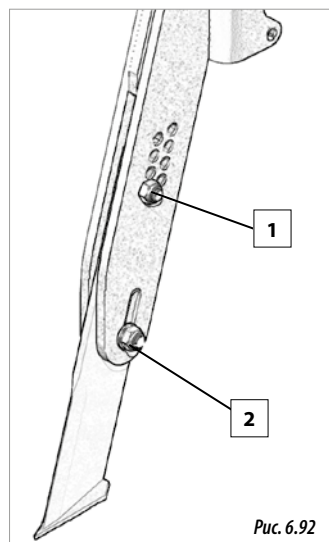

Рис. 6.92
- 1- Снять гайку и установочный болт (1, рис. 6.92).
- 2- Ослабить гайку и крепежный болт (2, рис. 6.92).
Крепежный болт (1, рис. 6.92) устанавливать в отверстие сошника с тем же буквенным обозначением, что и отверстие кронштейна. Положение отверстий и болтов «А» и «В» **НЕ ВЗАИМОЗАМЕНЯЕМЫ**. Соотношение между глубиной хода анкерного сошника и положением установочного болта (1, рис. 6.92) приведены в следующей таблице и на рисунке 6.93.